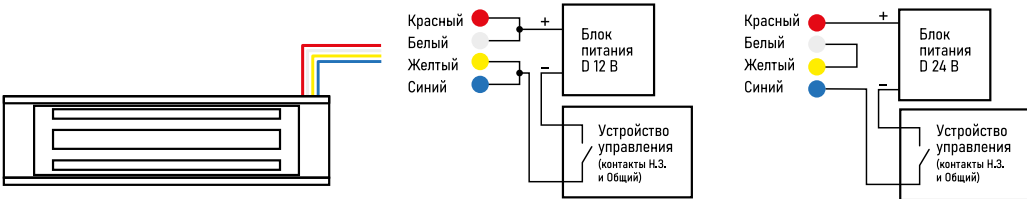

Рис. 9 Схема подключения электромагнитного замка DL180
11. Подключите замок в соответствии со схемами представленными ниже (Рис. 9 и 10).